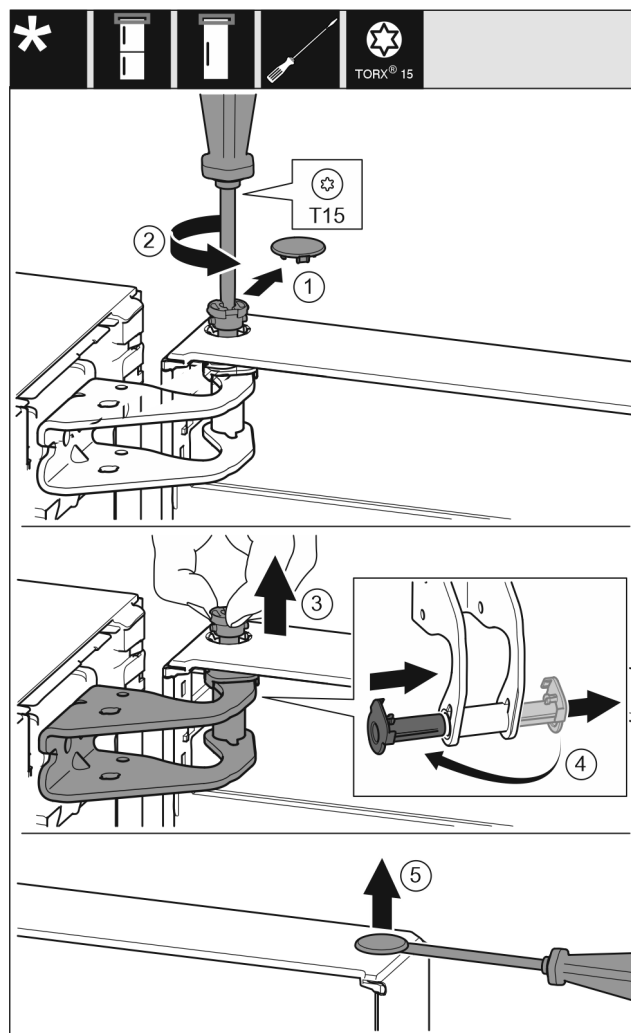

Fig. 9
- Estrarre con cautela la copertura di protezione. Fig. 9 (1)
- Con un cacciavite T15 svitare un po' il perno. Fig. 9 (2)
- Tenere ferma la porta ed estrarre il perno con le dita. Fig. 9 (3)
- Estrarre la boccola dalla guida. Inserire dall'altro lato e innestare. Fig. 9 (4)
- Con un cacciavite a testa a intaglio sollevare con cautela i tappi a vite dalla boccola della porta ed estrarli. Fig. 9 (5)